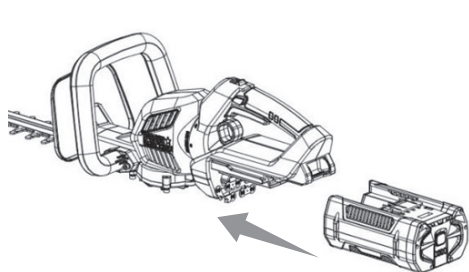

Рис. 2
1. Совместите ребра аккумуляторной батареи с пазами для установки на корпусе кустореза. Вставьте аккумуляторную батарею в держатель аккумулятора (Рис. 2).